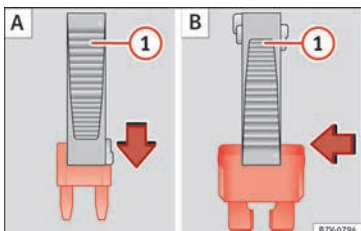

Abb. 63 Sicherung entnehmen oder einsetzen.
- *Kleine Sicherungen:* Klammer von oben aufstecken » Abb. 63 A.
- *Größere Sicherungen:* Klammer seitlich auf die Sicherung schieben » Abb. 63 B.